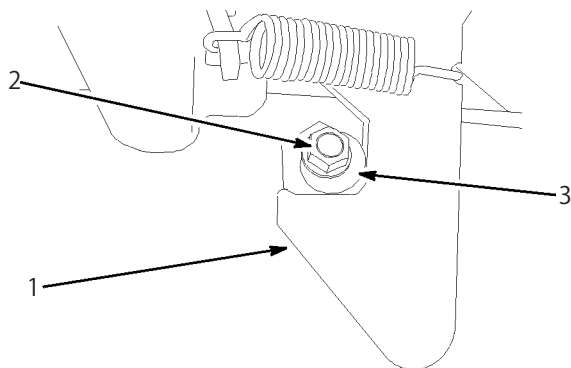

図24
1. ラッチ・ポストの端についているナットをゆるめる（図24）。
2. ラッチ・ポストを右に回してラッチがぴったり掛かるように調整し、ナットを締める（図24）。